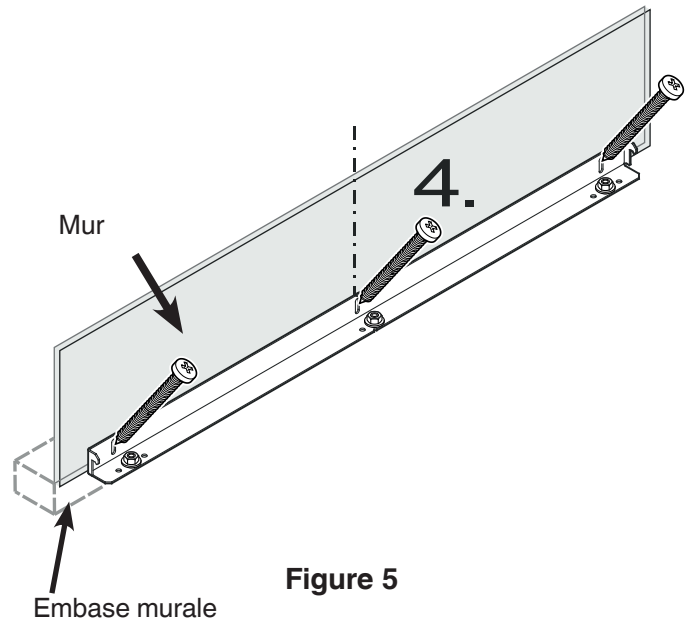

Figure 5
4. Fixer l'équerre avec 3 vis (1/4 po x 2-3/8 po) sur l'embase murale (**Figure 5**).